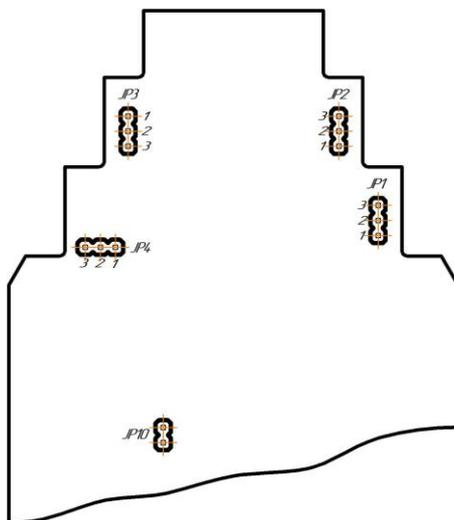

Рисунок 5.1 – Положение переключки на плате модуля (корпус модуля снят)
4.3.6.1 Обесточить модуль, снять с шины и установить перемычку JP10 (положение – см. рис. 5.1), после чего установить модуль обратно на шину. Модуль перейдет в режим конфигурации сетевых настроек, о чем будет свидетельствовать мигание светодиода "PWR" на передней панели прибора.
Для питания пассивных датчиков с токовым выходом по двух или трехпроводной схеме можно использовать внутренний источник питания ($I_{\text{вых.макс.}}=25 \text{ мА}$, $U_{\text{вых.}}=21 \text{ В}$), для чего нужно установить переключки JP1-JP4 (размещение – см. рис. 5.1, стр. 14) в положение 1-2 и использовать схему подключений, показанную на рис. Б.4.